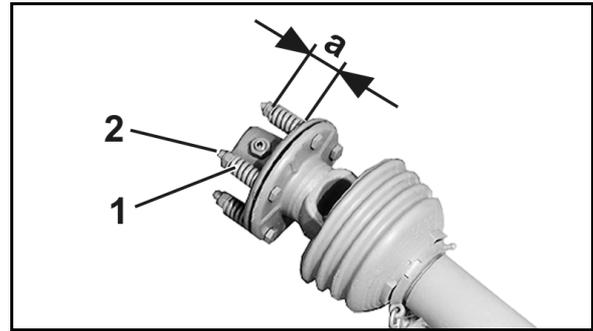

Fig. 75
2. Décompressez les ressorts (Fig. 75/1) en desserrant les écrous (Fig. 75/2).